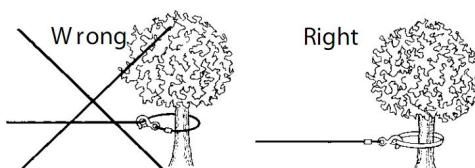

Figure 3
- 10. HAKEN SIE DAS DRAHTSEILE NIEMALS WIEDER AN SICH SELBST EIN, da Sie das Drahtseil beschädigen könnten. Verwenden Sie eine Nylonschlinge (Abbildung 3).**